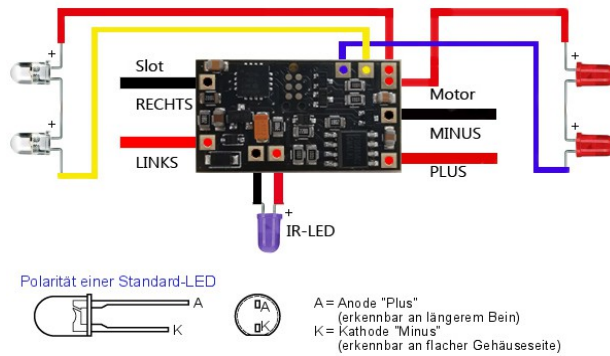

Bild 1
se bild 1
**Installationsanvisning:** För att montera IR-dioden, borra ett hål med en diameter på 3,0 mm 12,5 mm till vänster från mitten av chassit i framdelen. Löd kablarna enligt anslutningsschemat (bild 1). IR-dioden kan lödas direkt på kretskortet eller placeras på en lämplig plats i bilen med hjälp av kablar. Dekodern kan fästas på en lämplig plats i chassit med smältlim eller dubbelhäftande tejp (ingår ej).